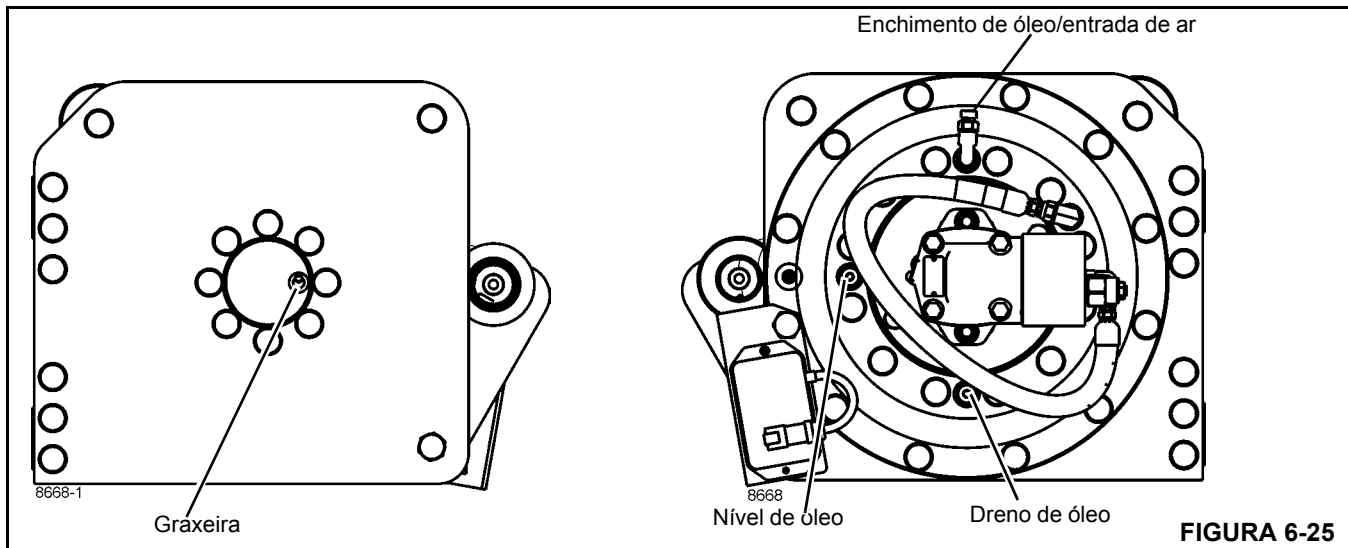

FIGURA 6-25
3. Limpe em torno do bujão de nível do óleo da caixa de engrenagens (Figura 6-25) e remova o bujão.